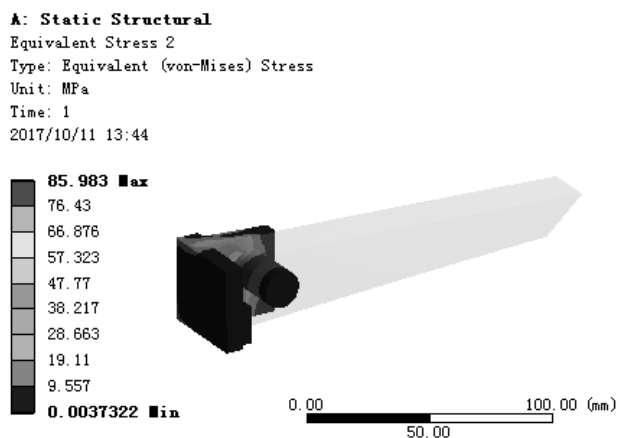

图 7.6.75 应力结果图解 (support)
(4) 查看 support 应力结果图解。在“Outline”窗口中选中  **Equivalent Stress 2**，查看图 7.6.75 所示的零件 support 的应力结果，其最小应力为 0.0037322 MPa，其最大应力为 85.983 MPa。